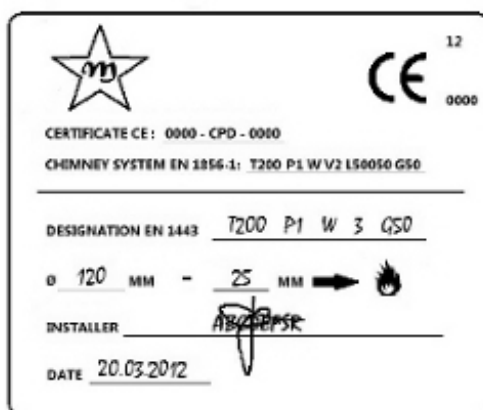

Fig. 3 - Exemple de plaquette
- Le conduit des fumées doit être CE selon **la norme EN 1443**. Nous joignons un exemple de plaquette (voir **Fig. 3**).